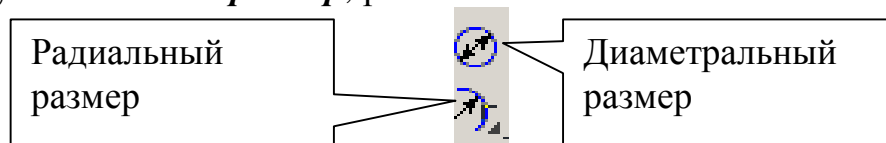
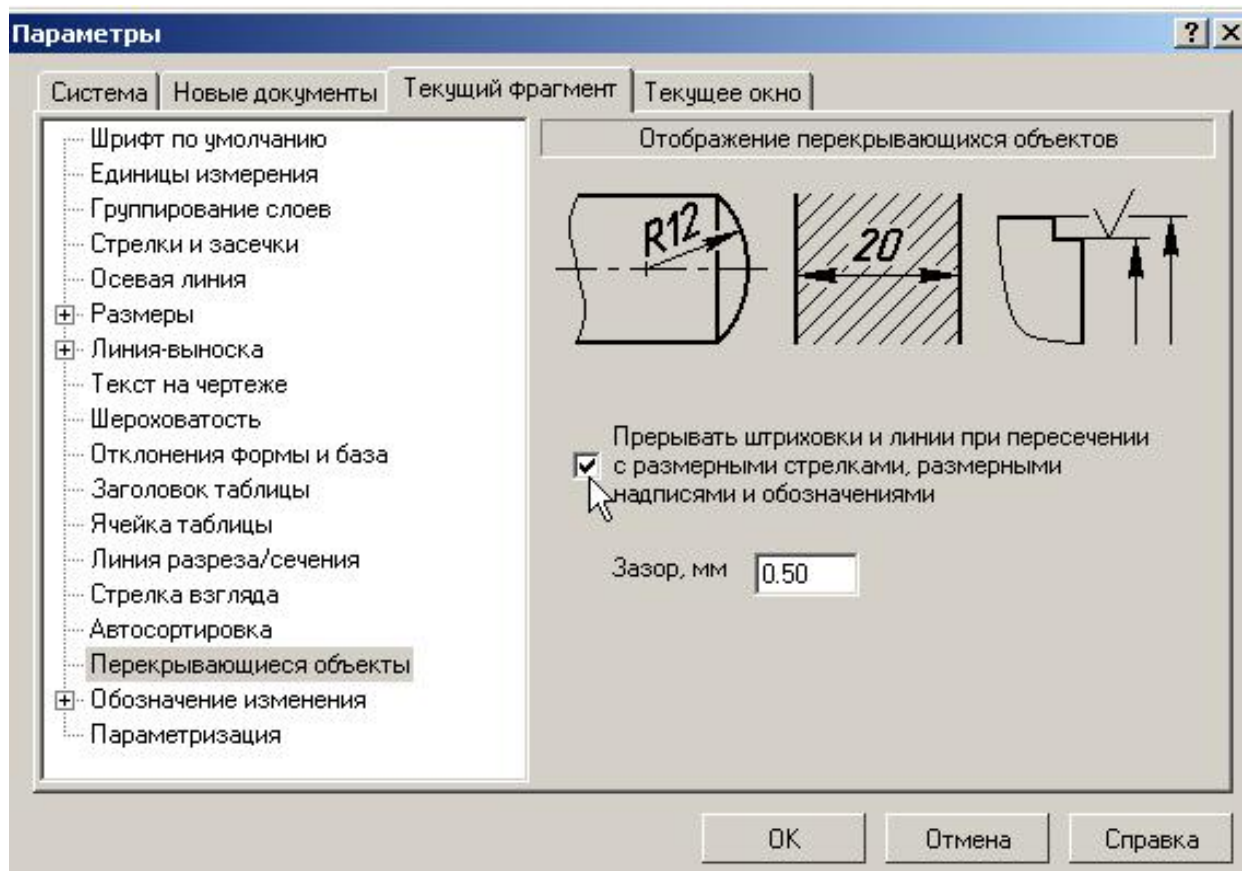

Рис. 47
Рис. 51
2. Для простановки радиальных размеров на панели **Размеры**  активизируйте команду **Радиальный размер**, рис. 47.
3. Для простановки диаметральных размеров на панели **Размеры**  активизируйте команду **Диаметральный размер**, рис. 47. При простановке размеров числовые значения и стрелки не должны пересекаться штриховкой и линиями. Для этого необходимо выполнить следующую настройку: **Сервис – Параметры – Текущий фрагмент – Перекрывающиеся объекты**. Поставьте маркер, рис. 51.